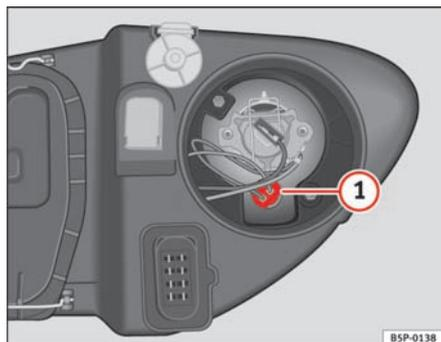

Fig. 170 Luz de población
- Extraiga el portalámparas ⇒ fig. 170 **1** hacia fuera.